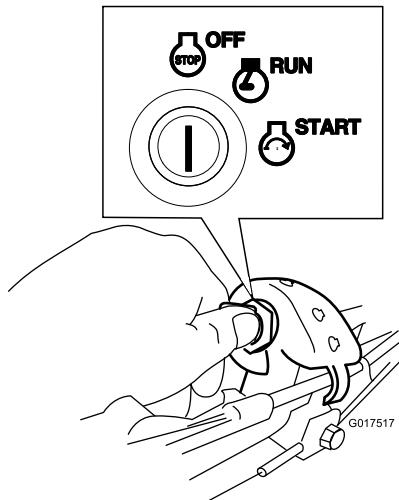

Рисунок 20
- Поверните ключ в положение Off (Выключено) (Рисунок 20).